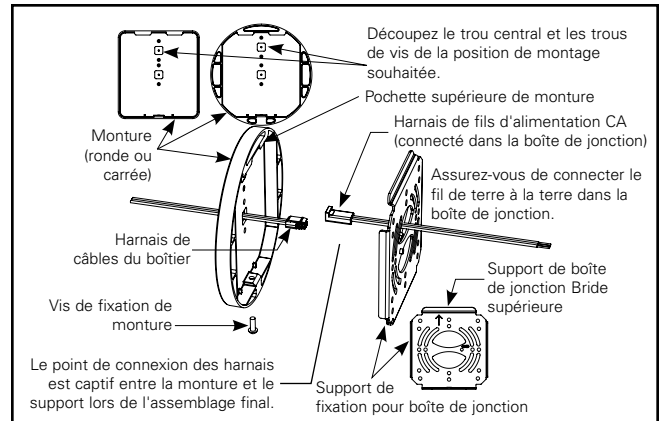

Figure 1.
4. Faites passer l'extrémité du connecteur du faisceau de câbles d'alimentation CA dans l'une des fentes centrales du support de la boîte de jonction de manière à ce qu'elle soit accessible lorsque le luminaire est monté (voir Figure 1).
7. Récupérez la monture et identifiez l'emplacement de montage que vous comptez utiliser. Retirez les endroits à découper du trou central et du trou de vis adjacent pour la position souhaitée (voir les figures 1 et 4). C'EST UN PROCESSUS NON RÉVERSIBLE. Veuillez donc confirmer votre sélection avec soin. Si l'appareil est destiné à être monté au plafond, il est conseillé de placer les trous au centre pour des raisons esthétiques.